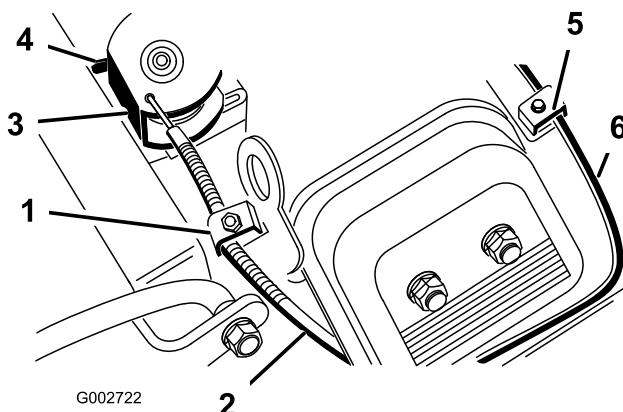

Figura 38
4. Puxe o cabo do regulador até que a zona traseira da cavilha entre em contacto com o batente (Figura 38).
2. Desaperte o parafuso de fixação do cabo da alavanca do ar que prende o cabo ao motor (Figura 38).
4. Puxe o cabo do ar (Figura 38) até que a borboleta se encontre completamente fechada e, em seguida, aperte o parafuso de fixação do cabo.
2. Desaperte o parafuso de fixação do cabo do acelerador ao motor (Figura 38).